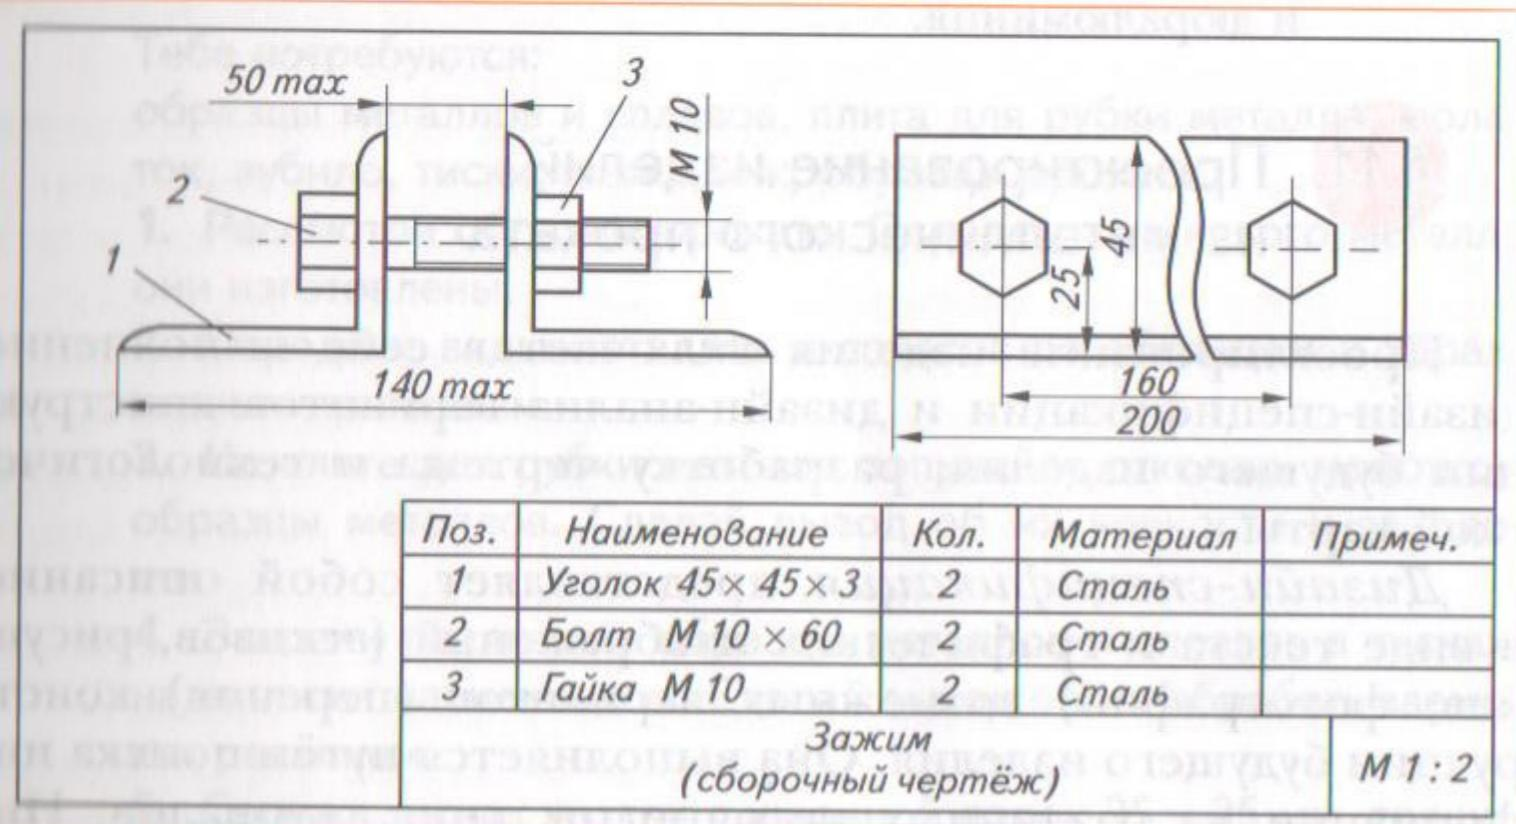

Рис. 44 Сборочный чертёж изделия «зажим»
стоят из нескольких деталей и представляют собой сборку. На металлическое изделие, как и на деревянное, состоящее из нескольких деталей, составляют сборочный чертёж. Он содержит чертёж общего вида со всеми деталями и способами их соединения, спецификацию, а также чертежи каждой детали. На стандартные изделия (болты, винты, гайки и др.) чертёж не разрабатывают, а размеры и количество таких изделий указывают в спецификации к сборочному чертежу (рис. 44). Болт M10 60 имеет метрическую резьбу (M) диаметром () 10 мм и длину 60 мм.
На рисунке 44 изображён сборочный чертёж изделия «зажим» для склеивания деревянных деталей. Зажим состоит из двух уголков, двух болтов и двух гаек. Сборочный чертёж сопровождается спецификацией (см. рис. 44). По сборочному чертежу и спецификации при необходимости разрабатываются чертежи деталей изделия. На стандартные изделия, а также на простейшие детали из проката чертежи не разрабатываются. При этом в спецификации указывается профиль, размеры, длина и материал проката.